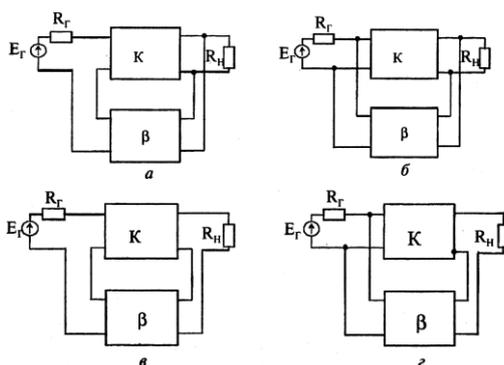

Рис.11. Классификация обратных связей усилителя:
**Классификация обратных связей в усилителях** представлена на рис. 11.